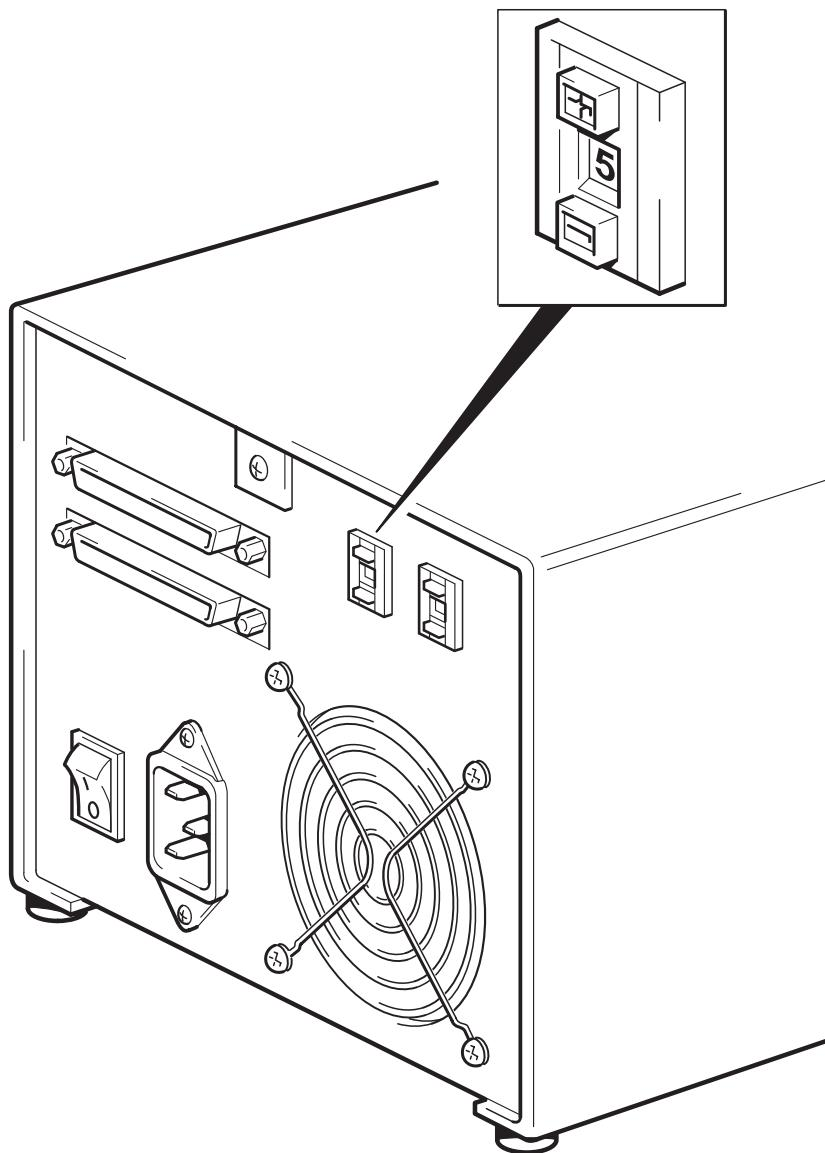

Figura 3: controllo dell'ID SCSI del caricatore automatico
- 2 Se necessario, modificare l'ID SCSI del caricatore automatico. Utilizzare un piccolo cacciavite o una penna a sfera per premere i pulsanti incassati del selettori ID SCSI sul pannello posteriore (v. figura 3), finché non viene visualizzato il valore desiderato. Evitare di usare una matita, poiché i piccoli frammenti di grafite potrebbero danneggiare l'unità.